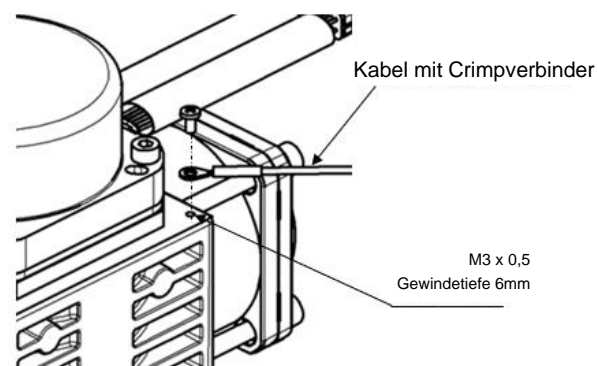

Abbildung 2
- Schließen Sie das Erdungskabel an den Kompressor an, um den bürstenlosen Motor vor elektrischen Störungen abzuschirmen. Verwenden Sie Schrauben M3 x 0,5. Siehe Abbildung 2.